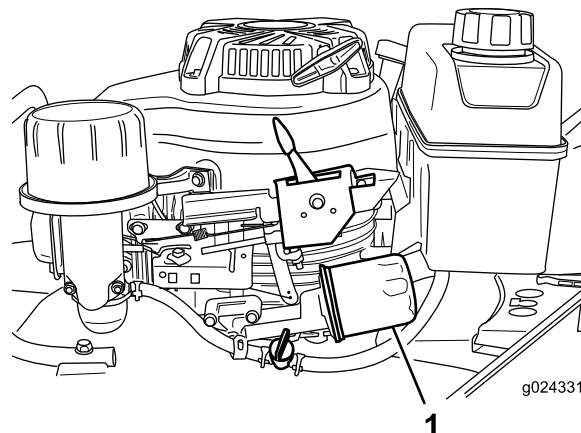

Figura 24
6. Mettete un panno sotto il filtro dell'olio (Figura 24) per raccogliere l'olio che fuoriesce mentre togliete il filtro.